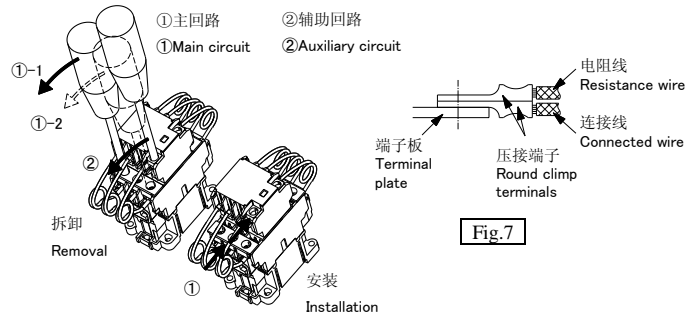
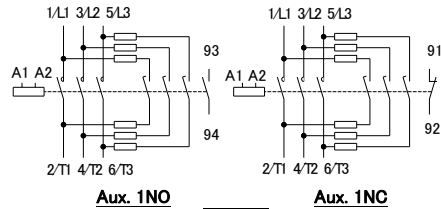
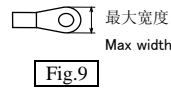

Fig. 6
Fig. 8
Fig. 9
- 请用内部回路图 (Fig. 8) 来确认接线后电阻线的接线相顺序的正确性，因为有引发短路事故的可能。
- For wiring, make sure that the phase sequence of the resistance wire is correct according to the internal circuit diagram. (Fig.8) Failure to do so may result in short-circuit.
<p>* 不接线的端子螺钉，也应全部紧固后使用。 * 接线时端子盖的拆卸、安装请按照 Fig. 6。 * 压接端子请按照 Fig. 7 那样进行连接。 * 接线后，电阻线按照各相的顺序接入正确位置时，请参照图 Fig. 8 的电路图进行确认。 【Note 1】用 2 根单芯线进行接线的时候请使用相同尺寸的电线。 【Note 2】多股软线若无压接端子就不能使用。 使用多股软线时必须选用压接端子。 使用压接端子时电线的剥皮尺寸请按照压接端子厂家的指示。 • 多股线：多股线单丝根数不大于 7 • 多股软线：多于上述单丝根数多股线 【Note 3】使用端子最大宽度以下的压接端子，圆形压接端子的最大宽度请参照 Fig. 9。 【Note 4】⊕2：非利普 H 型 2 号 ⊕3：非利普 H 型 3 号 ○：套筒扳手 ⊖：I 型螺丝刀 I-1×5.5×L 式 B 【Note 5】接线后，对连接电线进行整理时，若发生折弯现象，请再次确认紧固力矩。 * Tighten all terminal screws, even if not use. * See Fig. 6 for removal and installation of terminal cover when wiring. * Please connect the cable lug as shown in Fig. 7. * After wiring, make sure that each resistance wire is connected to a correct phase according to Fig. 8 【Note 1】When connecting two solid wires, use the same size wire. 【Note 2】Finely stranded wire without end sleeve is not applicable. Use finely stranded wire with end sleeve. Follow the ferrule manufacturer's instructions to determine the stripping length of the wire when using the ferrule. • Stranded wire: Number of solids ≤ 7 • Flexible stranded wire: Number of solids > 7 【Note 3】Use round crimp terminal which width is the size specified at the maximum terminal width or less. (Fig. 9) 【Note 4】⊕2: Philips PH2 φ 6 ⊕3: Philips PH3 φ 8 ○: Socket wrench ⊖: Slotted-head screw I-1×5.5×L Type B 【Note 5】After alignment or bending back of connected wires, check the tightening torque again.</p>
回路图请参照 Fig. 8。
See Fig. 8.